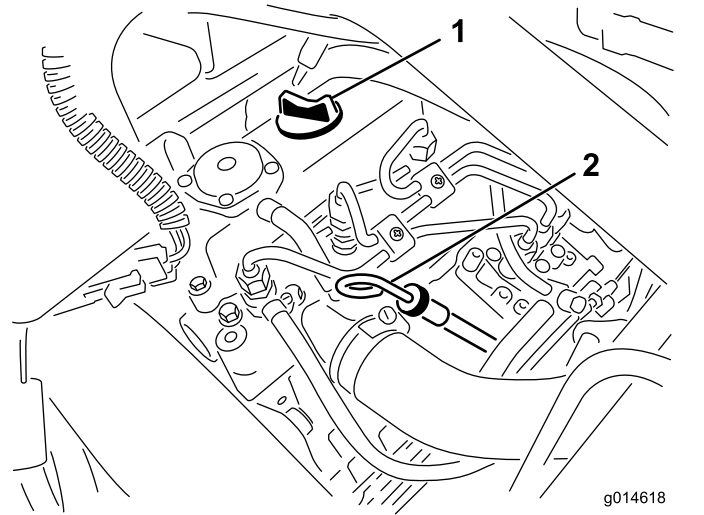

Figura 25
2. Retire a vareta e limpe-a com um pano limpo (Figura 25). Volte a colocar a vareta no tubo e verifique se está completamente introduzida. Retire a vareta do tubo e verifique o nível de óleo. Se o nível de óleo estiver baixo, retire o tampão de enchimento da cobertura da válvula e **lentamente** adicione óleo suficiente para elevar o nível de óleo até à marca Cheio, existente na vareta. Adicione o óleo lentamente e verifique o nível com alguma frequência durante o procedimento. **Não encha demasiado.**